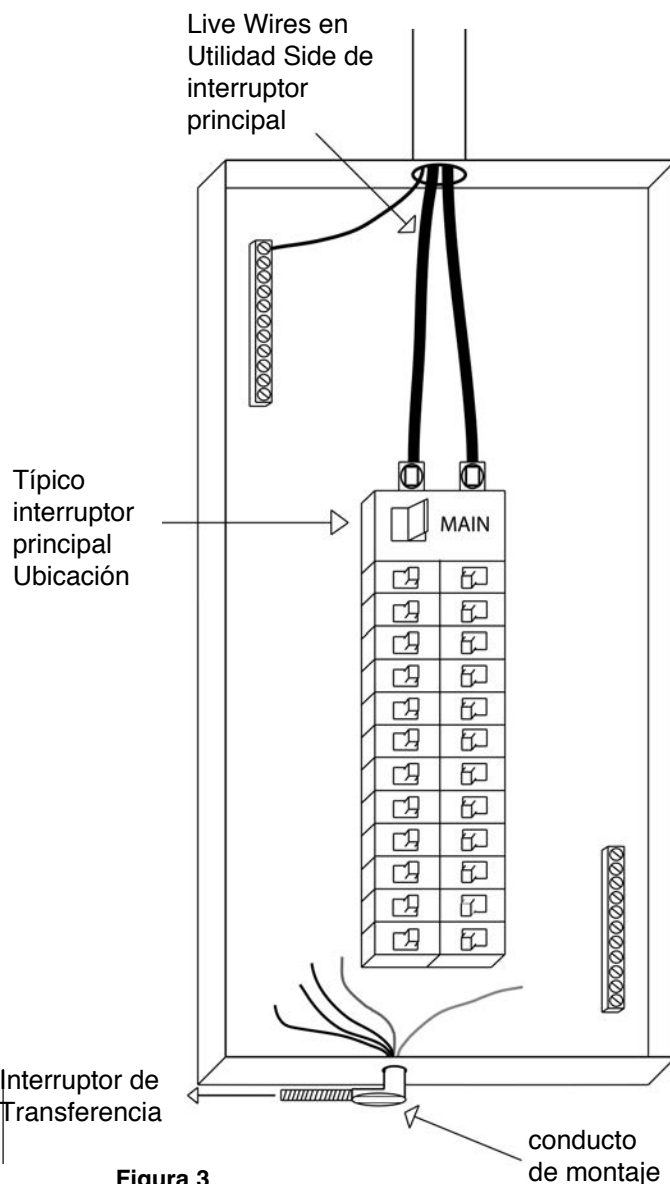

Figura 3
2. Apague el interruptor principal utilidad (Figura 3).